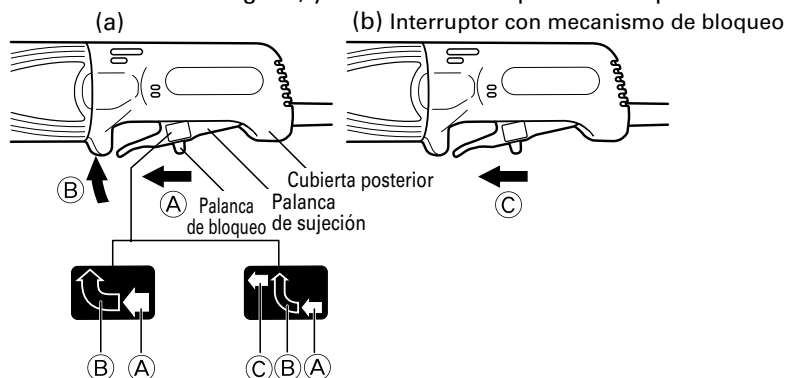

Fig. 3
ON: Para poner la máquina en funcionamiento, deslice la palanca de bloqueo (A) y después la palanca de sujeción en el sentido de (B) como se muestra en la Fig 3-a. Además, deslice la palanca de bloqueo en el sentido de (C) como se muestra en la Fig.3-b manteniendo presionada la palanca de sujeción para permitir la operación continua.
OFF: Para desactivar el modo de bloqueo, presione la palanca de sujeción en el sentido de (B), como se indica en la Fig.3-a, y suéltela a fin de parar la máquina.
Para poner la máquina en funcionamiento, deslice la palanca de bloqueo en el sentido de (A) y presione la palanca de sujeción en el sentido de (B) como se indica en la Fig. 3-a. Para parar la máquina, suelte la palanca de sujeción.